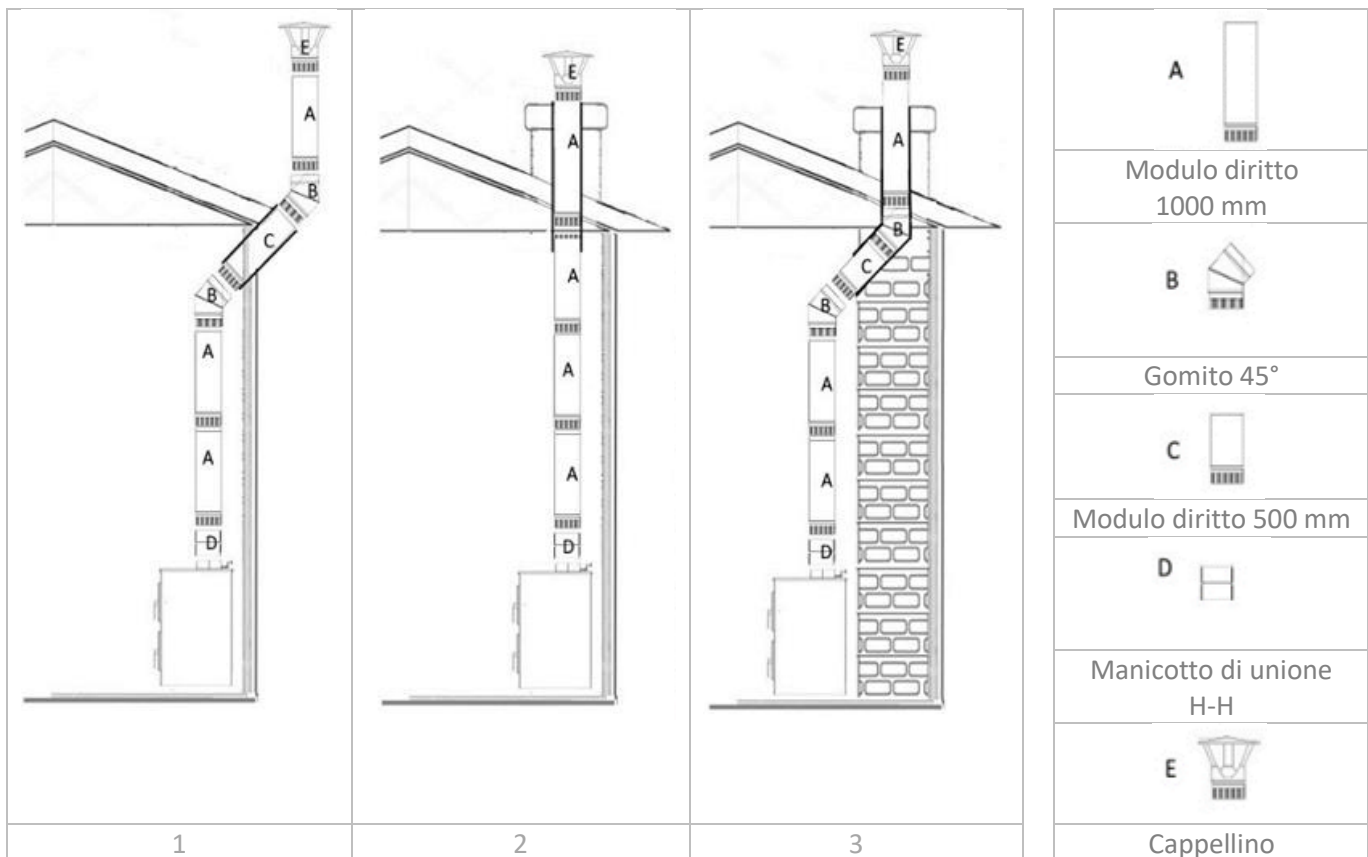

Figura 2
- 3. SEZIONE VERTICALE (A).** La lunghezza totale del tubo verticale necessario per raggiungere il tetto in caso di tiraggio naturale (depressione dei fumi) può variare da un'installazione all'altra, a seconda di diversi fattori, ma generalmente varia da circa 4 m a 6 m. Tuttavia, le prestazioni ottimali sono garantite con una depressione minima di circa  $\pm 15$  Pa (pascal).
- 4. CURVE (B).** Se sono necessarie curve (vedere disegni 1 e 2 nella Figura 2), i condotti saranno collegati tramite gomiti. Questi possono avere un'inclinazione massima di 45° e non devono essere ristretti. È inoltre necessario considerare quanto segue:
- 5. SEZIONE ORIZZONTALE (C).** Il condotto di collegamento o il tratto orizzontale del camino devono essere progettati con la lunghezza minima possibile, evitando il più possibile cambi di direzione e di sezione. A tal fine, è necessario tenere conto di quanto segue:
- 6. MANICOTTO DI RACCORDO (D).** Per il corretto collegamento del condotto verticale con il collare di uscita fumi m (maschio) della cucina, è necessario un raccordo h/h (femmina/femmina) in modo che l'estremità m (maschio del condotto verticale) sia rivolta verso il basso.